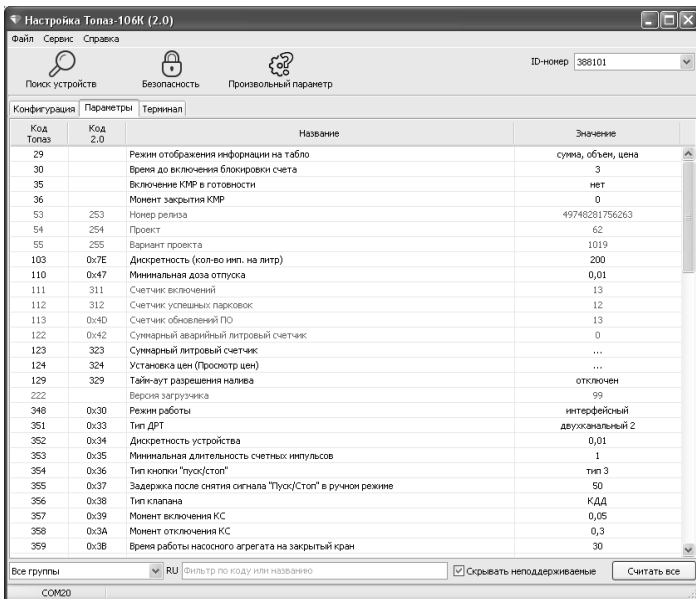

Рисунок 4
6.2 На вкладке "Параметры" (рисунок 4) можно просмотреть и при необходимости изменить значения параметров устройства. Параметры были считаны при считывании конфигурации устройства, возможно считать повторно все параметры нажатием на кнопку "Считать все" или только выбранный – из контекстного меню при нажатии правой кнопкой мыши. Параметры, доступные только для чтения, в программе отображаются шрифтом зеленого цвета. Все параметры устройства могут быть разделены на группы по принадлежности выбором из выпадающего списка в левом нижнем углу экрана.